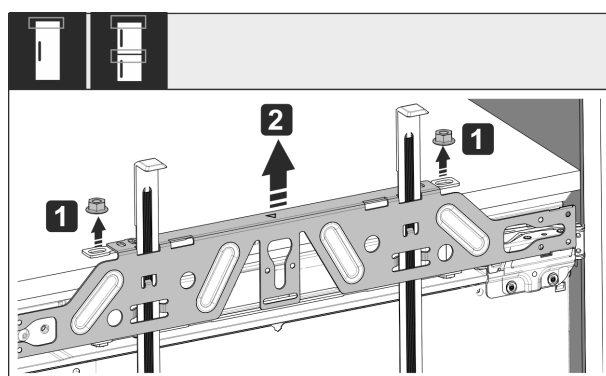

Fig. 51
- Odkręcić nakrętki zabezpieczające Fig. 51 (1).
- Zdjąć poziomą listwę mocującą Fig. 51 (2).